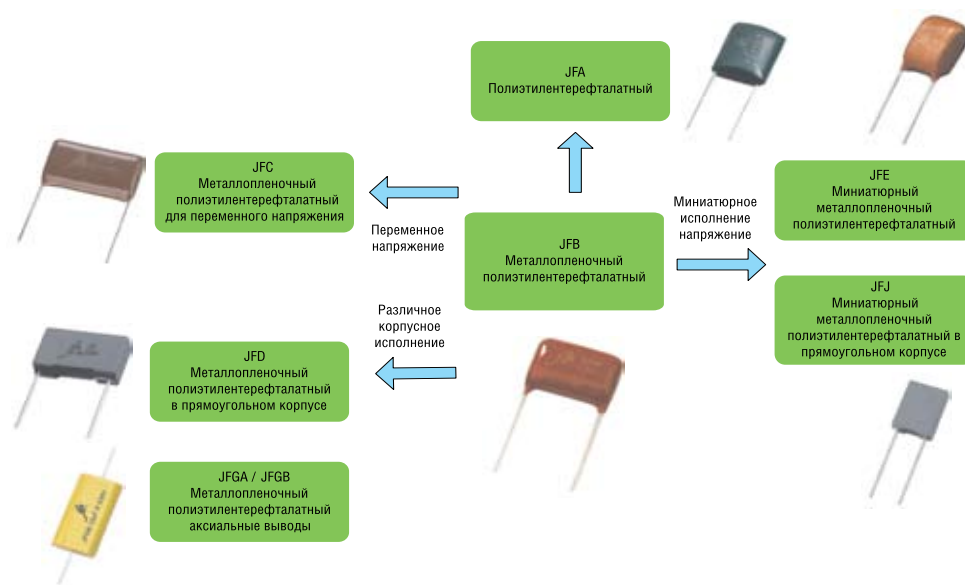

Рис. 3. Полиэтилентерефталатные конденсаторы JV Capacitors
- полиэтилентерефталатные (лавсановые) (polyester film): серии **JFA, JFB, JFC, JFD, JFE, JFJ, JFGA, JFGB, JFH** (рисунок 3);